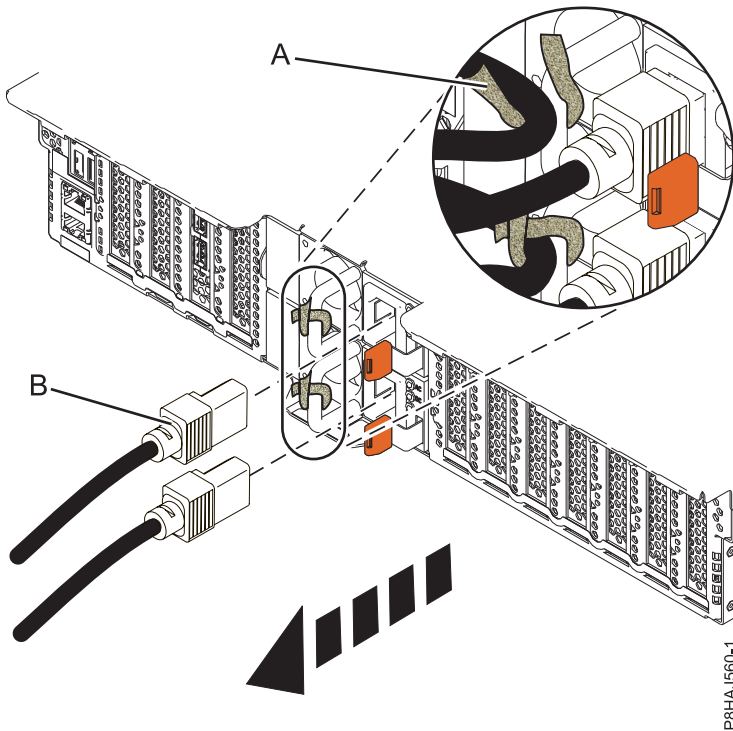
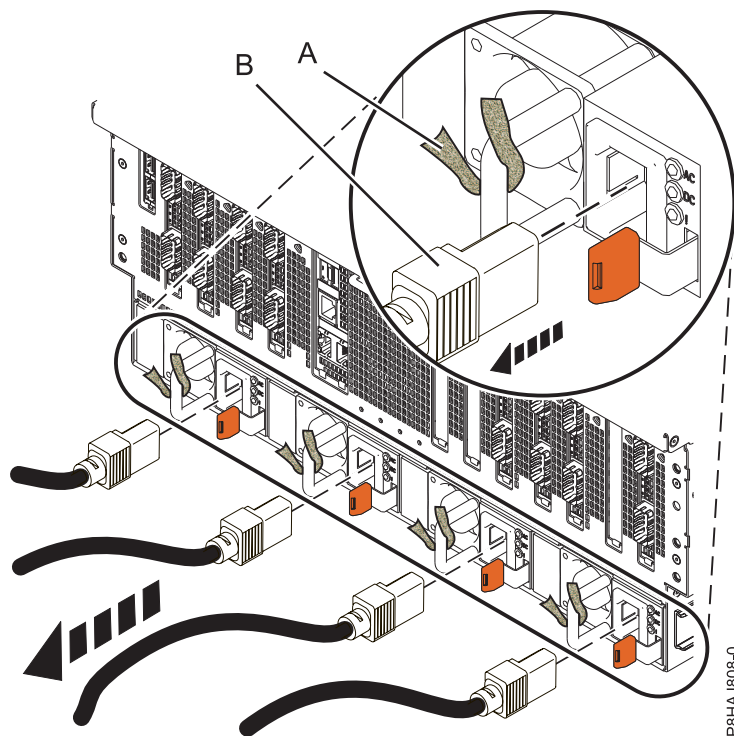

Abbildung 30. Netzkabel bei einem System vom Typ 5148-21L, 5148-22L, 8247-21L, 8247-22L, 8284-21A oder 8284-22A abziehen
Abbildung 31. Netzkabel bei einem System vom Typ 8408-44E oder 8408-E8E abziehen
3. Ziehen Sie die Netzkabel (**B**) von der Systemeinheit ab. Siehe Abbildung Abb. 29 auf Seite 58, Abb. 30 auf Seite 58 oder Abb. 31 auf Seite 59 (abhängig von Ihrem Systemtyp).